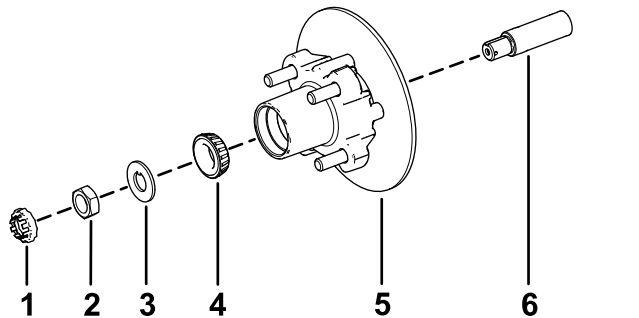

Bild 34
1. Fetten Sie die Spindel leicht mit der angegebenen Fettsorte ein (Bild 34).
2. Montieren Sie die Radnabe und den Drehzylinder an der Spindel mit dem Drehzylinder innen (Bild 34).
3. Montieren Sie das Außenlager an der Spindel und setzen das Lager auf den äußeren Lagerring (Bild 34).
4. Legen Sie die Nasenscheibe auf die Spindel (Bild 34).
5. Schrauben Sie die Spindelmutter auf die Spindel und ziehen Sie die Mutter auf ein Drehmoment von 15 N·m an, während Sie die Radnabe drehen um das Lager zu fixieren (Bild 34).
2. Fluchten Sie die Bremsbeläge mit jeder Seite des Drehzylinders (Bild 30) und die Löcher in der Bremsbackenhalterung mit den Löchern im Bremsenhalter des Spindelrahmens aus (Bild 34).